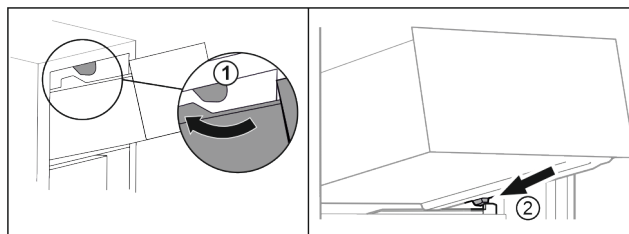

Fig. 69
- ▶ Predal speljite okrog zgornjih zaustavljalnikov. Fig. 69 (1)
- ▶ Predal postavite v poševnem položaju za spodnjimi zaustavljalniki na nastavek za posodo. Fig. 69 (2)